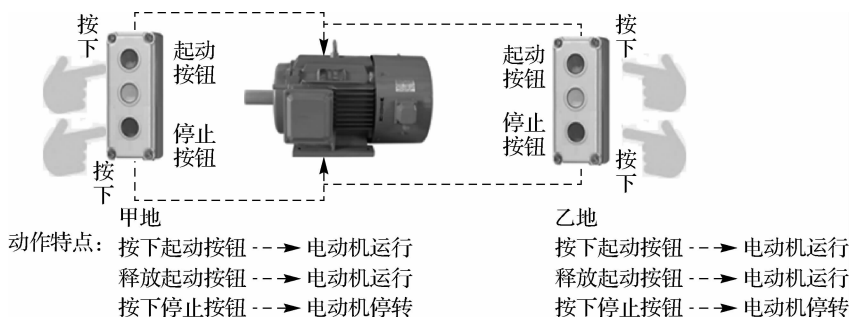

图 1-62 多地控制示意图
(1)动作过程:如图 1-62 所示,操作者在甲地按下起动、停止按钮实现电动机的运行和停止,操作者在乙地也可以按下起动、停止按钮实现电动机的运行和停止。